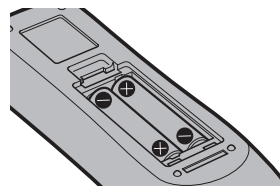

図 2
2) 電池を入れ、ふたを閉じる (●側から先に入れます) (図 2)